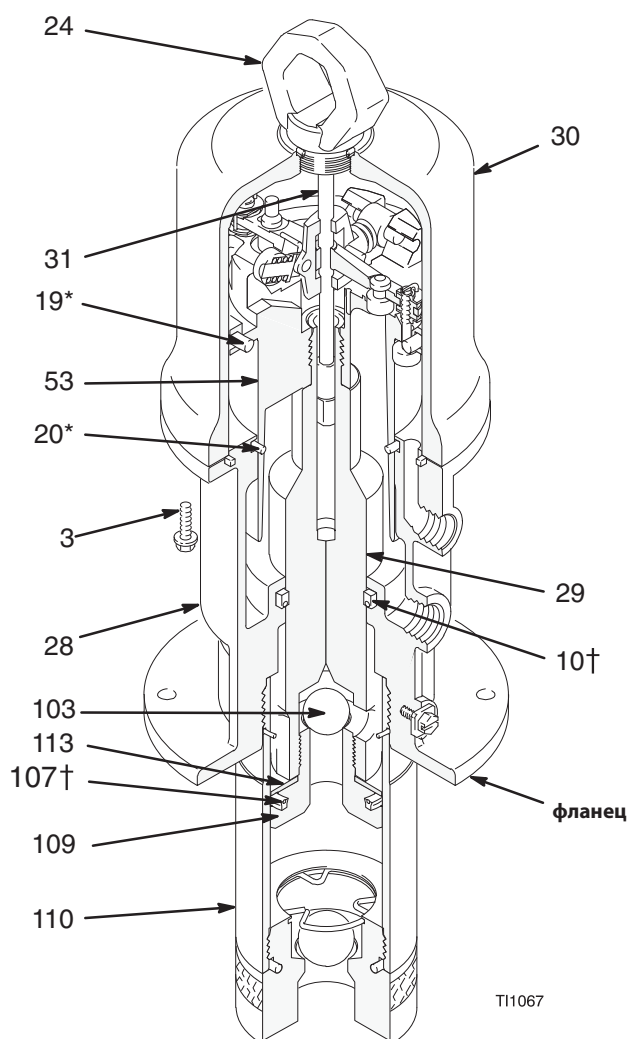

Рис. 3
2. Отсоедините шланги, снимите насос с места монтажа и зажмите основание пневмодвигателя (28) в тисках в горизонтальном положении, затягивая губки тисков на фланце.
3. С помощью ленточного гаечного ключа выкрутите цилиндр поршневого насоса (110) из основания пневмодвигателя (28). См. рис. 3.
4. Извлеките основание пневмодвигателя из тисков и зажмите в тисках плоские поверхности поршневого штока (29) (пневмодвигатель должен быть направлен вверх).
5. Ослабьте подъемное кольцо (24). Поднимите подъемное кольцо, захватите тягу переключения (31) плоскогубцами с накладками и вывинтите подъемное кольцо из тяги.
6. Извлеките седло поршня/клапана (109) из штока (29) с помощью двух гаечных ключей или тисков и гаечного ключа.
7. Извлеките шарик поршня (103), П-образное уплотнение (107†) и шайбу поршня (113).
8. Вывинтите шесть винтов (3), крепящих цилиндр (30) к основанию (28). Осторожно снимите цилиндр с поршня (53). Для этого следует потянуть цилиндр вертикально вверх.
ПРИМЕЧАНИЕ. Убедитесь, что кромки П-образного уплотнения (107†) направлены вверх. См. рис. 3.